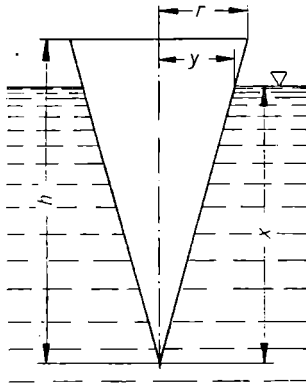

Bild 230
45. Wie groß ist die Eintauchtiefe x eines mit der Spitze nach unten schwimmenden Holzkegels von der Wichte $\gamma_1 = 0,8 \text{ kp/dm}^3$ (Bild 230)?